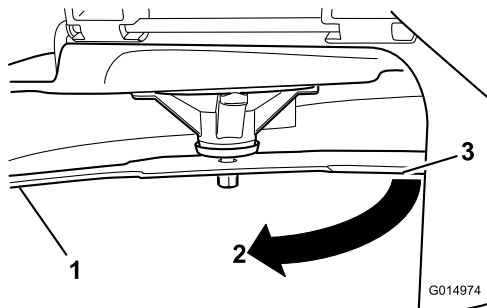

Figura 66
3. Segunda distancia medida entre cuchilla y superficie (B)
4. Gire la misma cuchilla 180 grados de manera que el otro extremo esté en la misma posición (**Figura 66**).